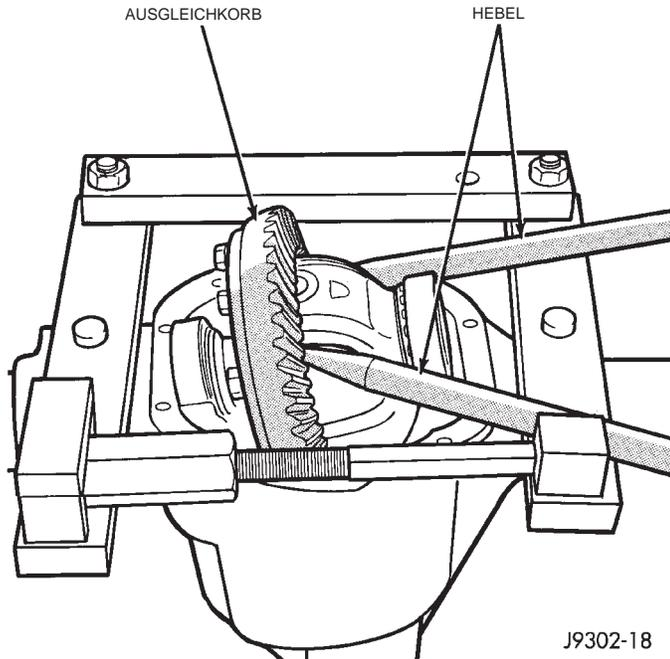

Abb. 20 Ausgleichkorb ausbauen
(8) Meßuhr entfernen.
(9) Den Ausgleichkorb aus dem Gehäuse heraushebeln. Dabei die Hebel unbedingt auf dem Spreizwerkzeug ansetzen, damit das Differentialgehäuse nicht beschädigt wird (Abb. 20).
(10) Ausgleichkorb aus dem Differentialgehäuse ausbauen. Auf den Lagerschalen Paßmarkierungen anbringen, damit sie später auf derselben Seite wieder eingebaut werden können.